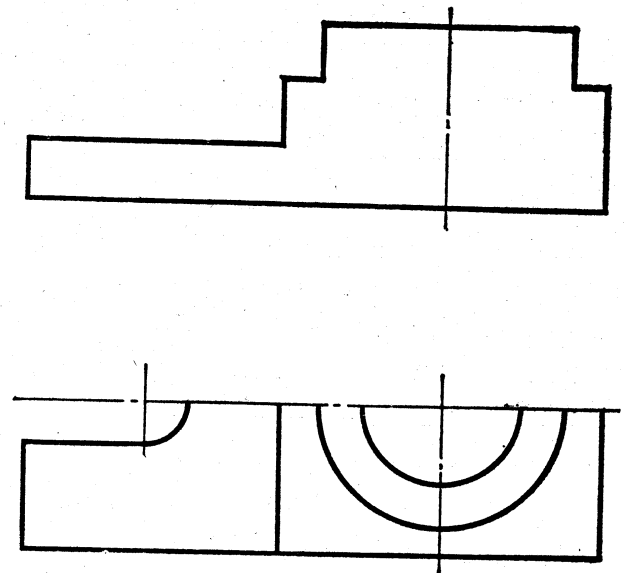

Рис.2
11. Керуючись обрисами видимої частини поверхні деталі на головному зображенні, виконайте розріз (рис.2). Докресли вид зверху.
13. На рис.2 а представлена зовнішня поверхня деталі, на рис. 2 б - внутрішня вирізана частина. Керуючись даними зображеннями, виконайте ескіз деталі, застосувавши необхідний розріз.